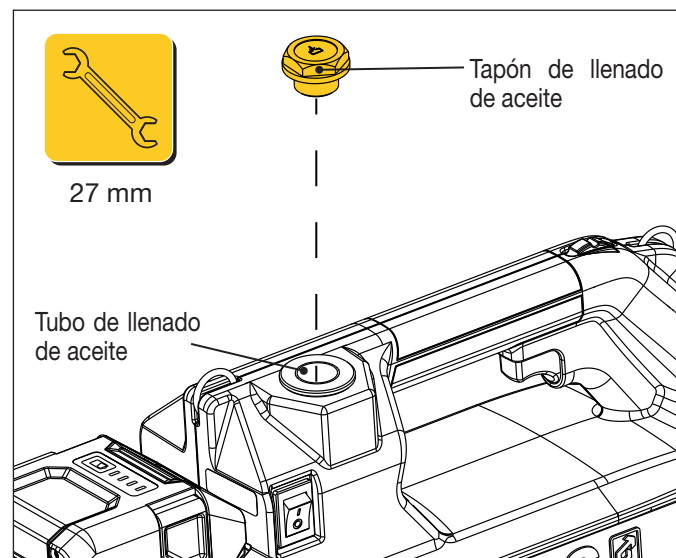

Figura 13: Ubicación de llenado de aceite
3. Apague el interruptor de alimentación de la bomba (O).
5. Saque el tapón de llenado de aceite del orificio de llenado. Utilice una llave de 27 mm. Véase Figura 13.